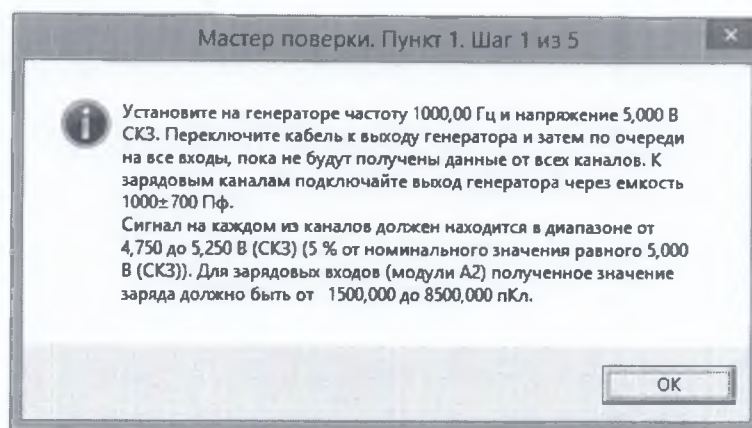

Рисунок 7.3.4
7.3.1.6 Установить на выходе калибратора-вольтметра уровень сигнала 5 В (СКЗ) на частоте 1000 Гц (рисунок 7.3.4).